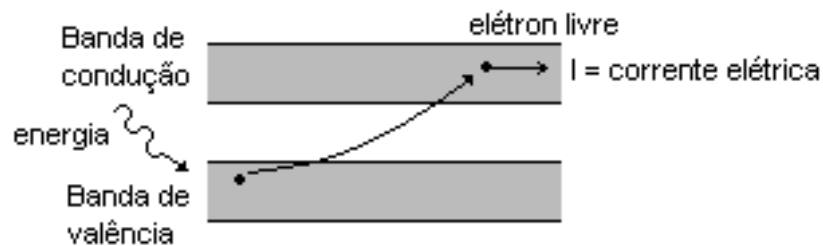

Figura 3.4 – Banda de valência e banda de condução
Os elétrons que estão na banda de valência têm mais facilidade para sair do átomo, quando recebem um acréscimo de energia, sob a forma de luz ou calor. Ao receberem este acréscimo de energia, os elétrons tornam-se livres, saem da banda de valência e dirigem-se para a *banda de condução*, onde sob a ação de um campo elétrico formam a corrente elétrica (I), Figura 3.4.